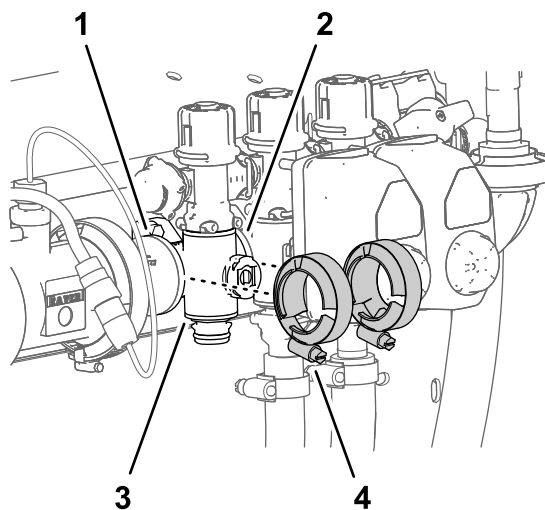

Figure 134
4. Fixez légèrement les colliers bride que vous avez déposés à la section Dépose de la valve de collecteur de section \(page 95\) sur les brides du collecteur de vanne de section et les brides des autres vannes de section et/ou adaptateur de raccordement (Figure 134).
- Serrez les 2 colliers bride à la main (Figure 134).